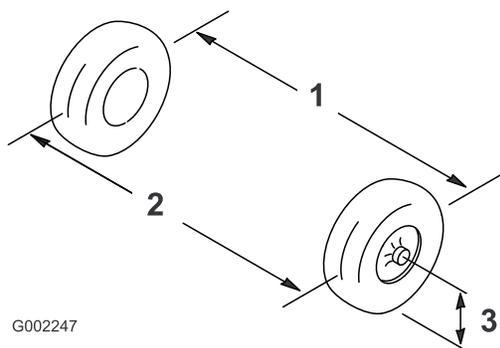

Figura 84
2. Meça a distância entre os pneus dianteiros à altura do eixo na zona dianteira e traseira dos pneus dianteiros (Figura 84).